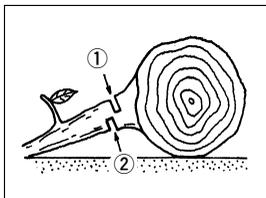

図 14
- (1) まず地面に当たっていない枝から切り落とし、その後地面に当たっている枝を切りとります。
- (2) 地面に接触している太い枝は、まず上側から半分くらい切り込み、次に下側から切り込み、枝を落とします。(図 14)